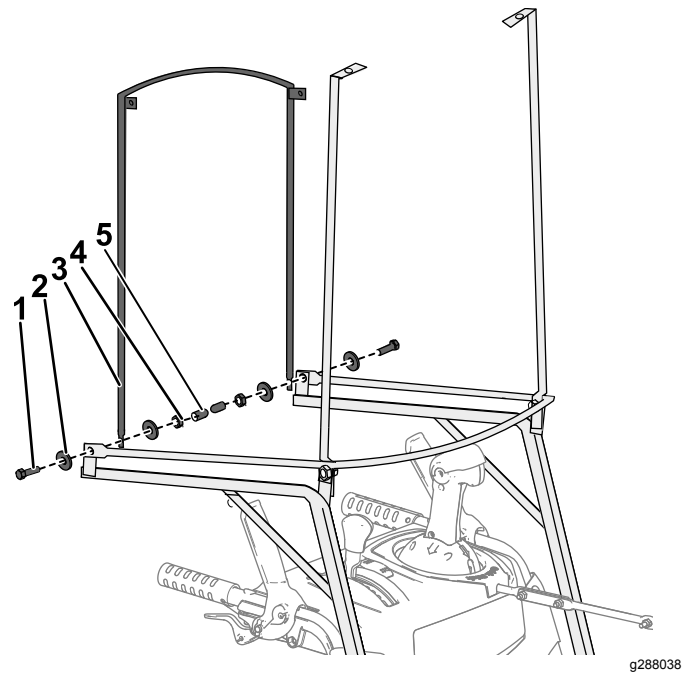

Figura 3
4. Instale el bastidor trasero sobre los soportes de montaje, como se muestra en la Figura 3.